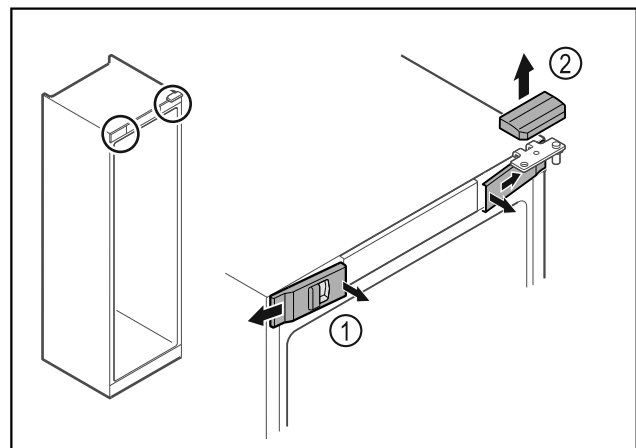

Fig. 18
- ▶ Pattintsa ki belül az elülső burkolatokat Fig. 18 (1), és tegye félre.
- ▶ Vegye le felfelé a felső burkolatot Fig. 18 (2).